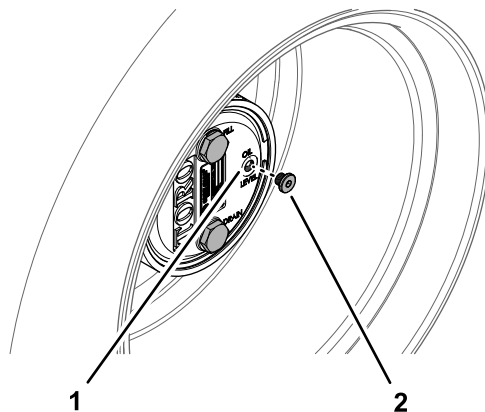

Figure 99
2. Retirez le bouchon de contrôle à la position 3 heures (Figure 99).